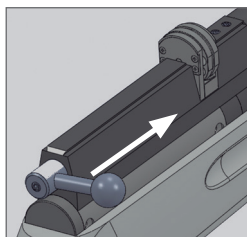
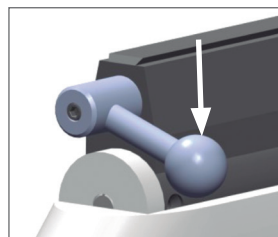

Fig. 17. Paso 5
Fig. 18. Paso 6
- Empuje el cerrojo hacia delante (fig. 17. Paso 5) y gírelo hacia abajo (fig. 18. Paso 6) hasta llevarlo a la posición inicial.